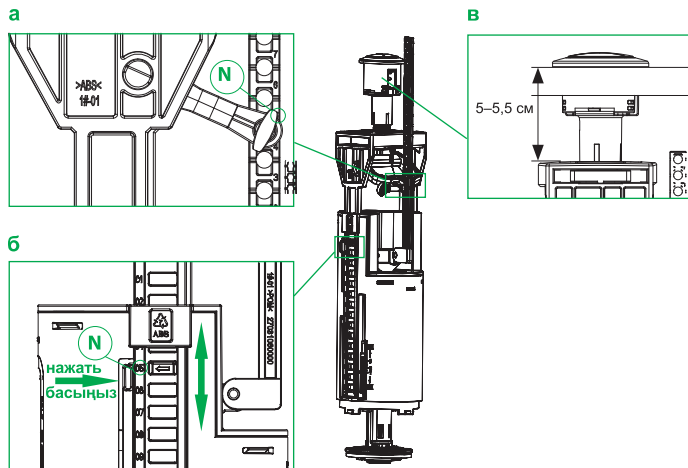

Рис. 11 / 11-сур.
- Отрегулируйте высоту коромысла (рис. 11б). Необходимо учесть, что верхняя часть платформы коромысла должна располагаться на 5–5,5 см ниже верхней кромки отверстия в крышке бачка (рис. 11в).
- Отрегулируйте положение тяги (рис. 11а). Обратите внимание, что количество отверстий на тяге должно соответствовать цифре на коромысле (рис. 11б). Значение N смотрите в таблице «Настройка арматуры для моделей унитазов-компактов IDDIS®».